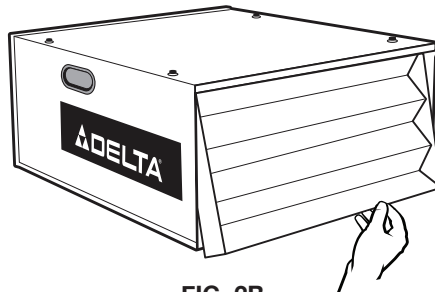

FIG. 2B
3. Retire el filtro interior levantando de la parte inferior y tirando hacia afuera (Fig. 2B).